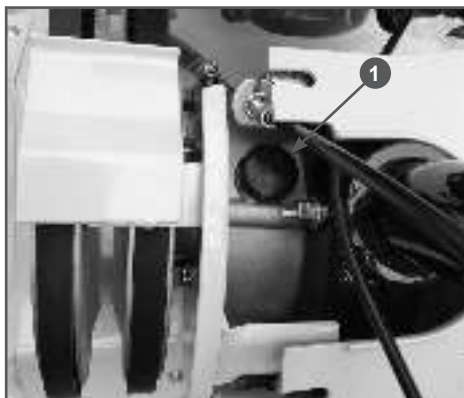
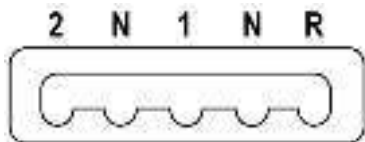

Рис. 13 Пробка маслосазливного отверстия редуктора
Рис. 17 Положения рычага переключения передач
3. Переведите рычаг переключения передач в положение «R» (Задний ход) (Рис. 17) и открутите пробку 1 маслосазливного отверстия. Пробка находится в верхней части корпуса редуктора слева от стойки рукояток управления (Рис. 13).
Положения рычага переключения передач мотоблока показаны на Рис.17.
1. Исходное положение — рычаг переключения передач находится в нейтральном положении (N).
- при переключении из нейтрального положения «N» — снова установите рычаг в нейтральное положение, быстро нажмите и отпустите рычаг включения хода, подождите 1-2 секунды и снова переместите рычаг переключения передач в требуемое положение (Рис. 17);
- при переключении не из нейтрального положения «N» — не трогая рычаг включения хода и слегка нажимая на рычаг переключения передач в сторону требуемой передачи, немного переместите мотоблок вперед или назад, или поднимите рабочие рукоятки вверх и переместите рычаг переключения передач в требуемое положение (Рис. 17).